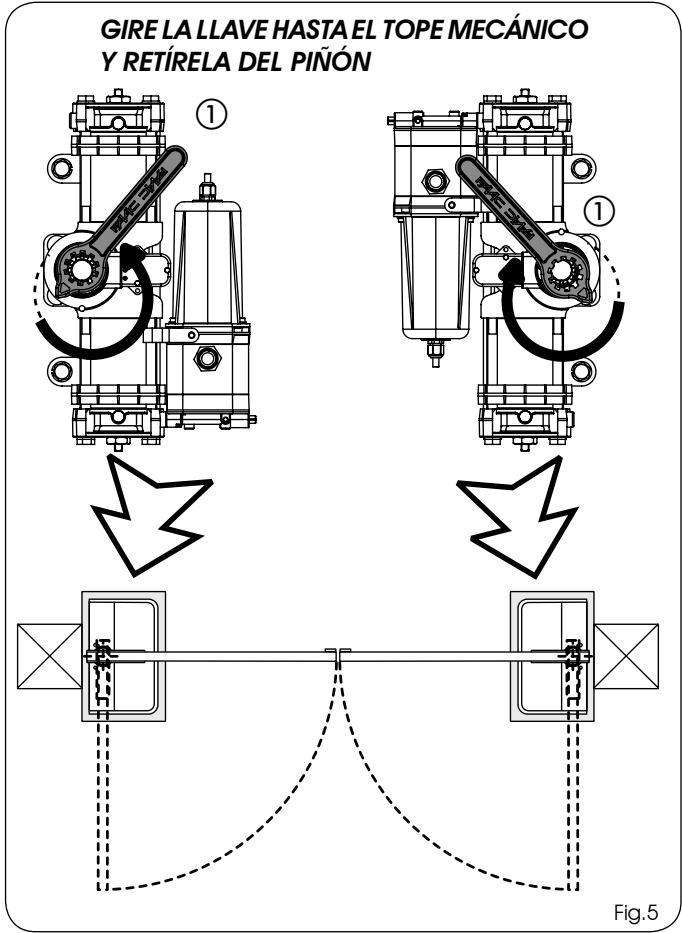

Fig.5
- 5) Con la llave suministrada en dotación (Fig.5 ref.①), gire el piñón del operador **en el sentido del cierre de la cancela** como se indica en la figura 5, hasta llegar al tope interno del pistón y quite la llave.